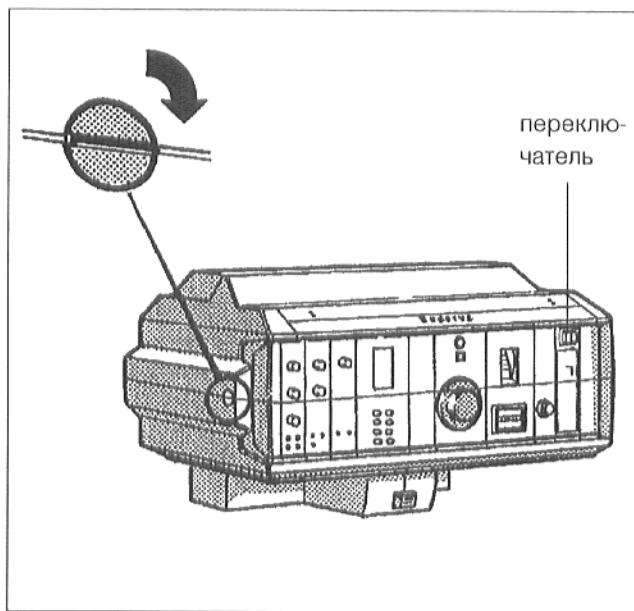
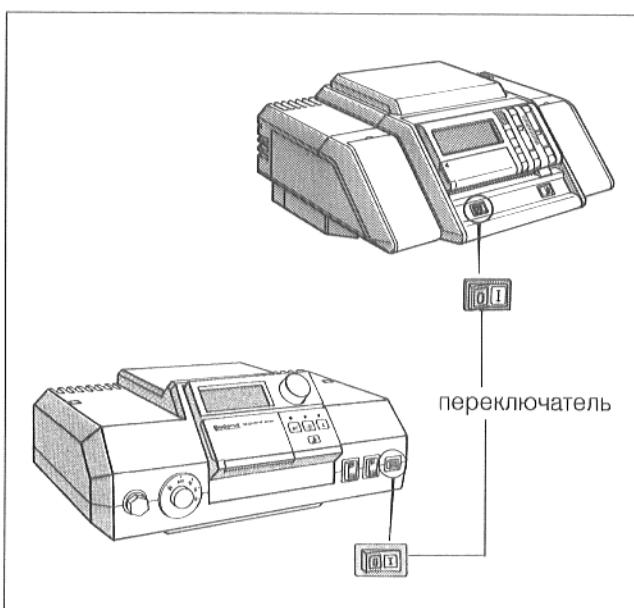

Рис. 35: HS 3220
Рис. 36: HS 4201
Установить шлиц винта прозрачного покрытия регулятора (рис. 35) в горизонтальное положение, например, при помощи монеты. Снять прозрачное покрытие в направлении вперед.
- Установить переключатель режима работы у регулятора (рис. 35 и рис. 36) в поз. 0 (ВЫКЛ.).